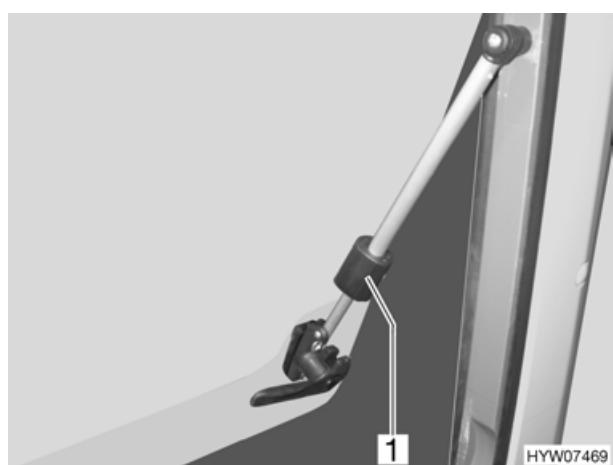

Fig. 20 Finestra apribile, aperta
- Aprire la finestra apribile fino alla posizione desiderata e fissarla mediante il pomello zigrinato (Fig. 20,1).
- Girare il pomello zigrinato (Fig. 20,1) fino a che l'arresto viene sbloccato.